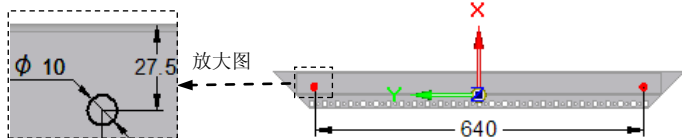
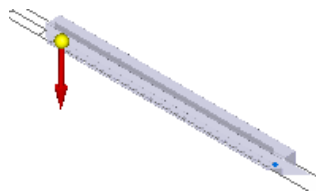

图 8.13.31 截面草图
图 8.13.32 定义移除方向
② 绘制图 8.13.31 所示的截面草图。
③ 单击“主页”操控板中的“关闭草图”按钮 ，退出草图绘制环境。
(3) 定义法向除料特征属性。在命令条中单击“厚度剪切”按钮  和“全部穿透”按钮 ，并将移除方向调整至图 8.13.32 所示的方向。